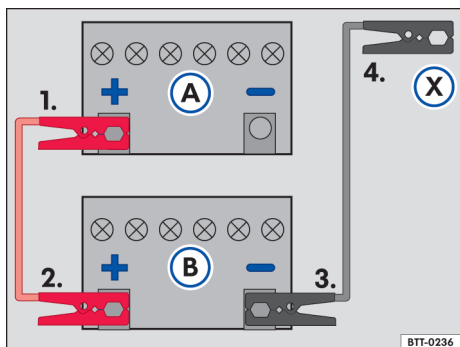

Fig. 123 Esquema para a conexão dos cabos auxiliares de partida: bateria descarregada (A) e bateria fornecedora de corrente (B).
- Conectar uma extremidade do cabo auxiliar de partida *vermelho* ao polo positivo (+) do veículo com a bateria do veículo descarregada (A) → ⚠️.
- Conectar a outra extremidade do cabo auxiliar de partida *vermelho* ao polo positivo (+) da bateria do veículo fornecedora de corrente (B).
- Conectar uma extremidade do cabo de auxílio na partida *preto* ao polo negativo (-) da bateria do veículo fornecedora de corrente (B) → Fig. 123.
- Conectar a outra extremidade do cabo auxiliar de partida *preto* (X) no veículo com a bateria do veículo descarregada em uma peça maciça de metal aparafusada firmemente ao bloco do motor ou no próprio bloco do motor - porém não nas proximidades da bateria (A) → ⚠️.